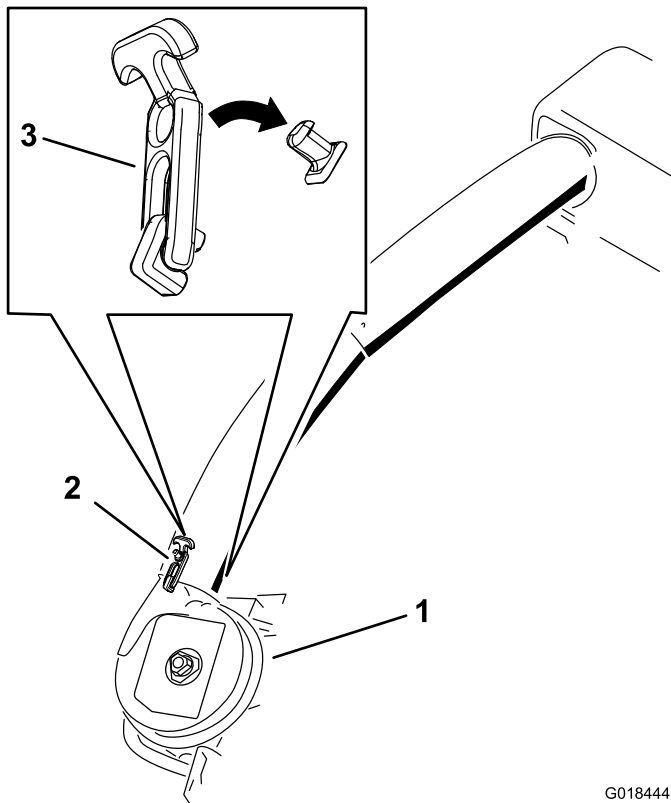

Bild 29
5. Befestigen Sie das untere Rohr mit beiden Riegeln am Gebläse (Bild 29).
20. Befestigen Sie das untere Rohr mit beiden Riegeln am Gebläse (Bild 29).